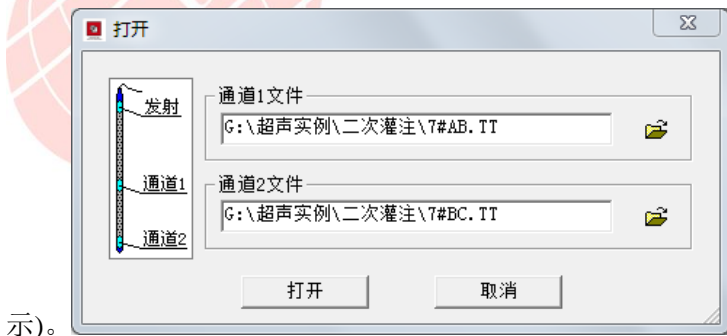

图 8.7 测井工具栏
- **工具栏**由一系列按钮组成（如图 8.7），每个按钮可以实现一个常用功能，其功能与菜单中的功能完全相同。
由一系列按钮组成(如图 8.7 所示)，每个按钮可以实现一个常用功能，虽然菜单命令中已经包含了这些命令，但是对于这些常用命令来说，通过工具栏按钮来实现要方便的多。如果将鼠标在某个按钮上稍做停留，屏幕上会自动显示该按钮的功能。当按钮颜色呈置灰状态时表示当前状态下此功能无效。